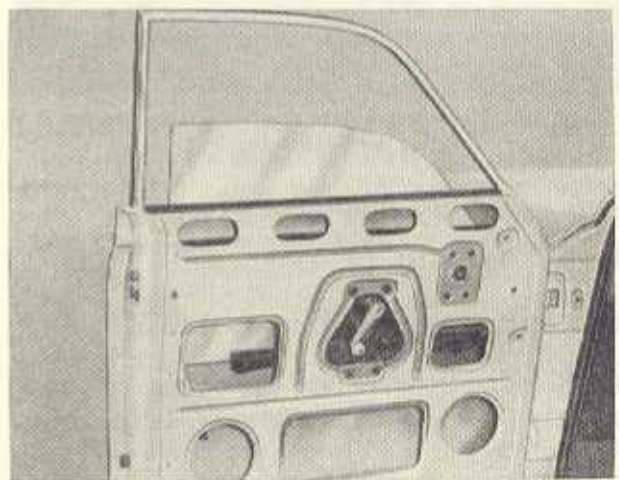

Bild K 4. Stellung des Kurbelapparates beim Herausnehmen der vorderen Türscheibe
4. Die Glasrinne durch Abschrauben der beiden Zylinderschrauben AM 5 × 10 lösen und herausnehmen (Bild K 3). Türscheibe herausnehmen. Dabei ist es empfehlenswert, den Kurbelapparat auf halbe Höhe zu stellen (Bild K 4).